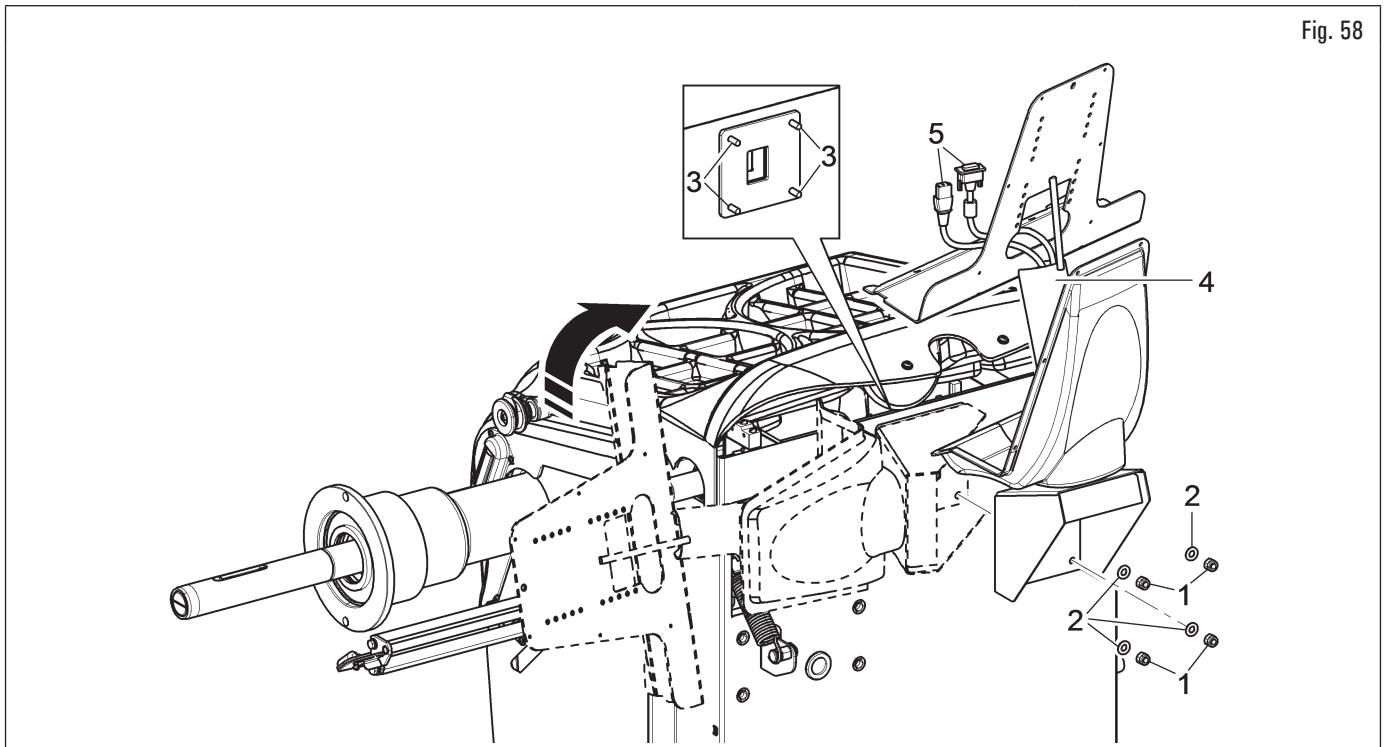

Fig. 58
1. Dévisser les vis (Fig. 58 réf. 1) et les rondelles (Fig. 58 réf. 2) des vis (Fig. 58 réf. 3). Monter le support (Fig. 58 réf. 4) tourné de 90°. Donc revisser les écrous et les rondelles précédemment dévissés ;
Pendant cette opération il faut prêter une attention particulière aux câbles d'alimentation et signal de l'écran (Fig. 58 réf. 5) pour ne pas l'endommager.